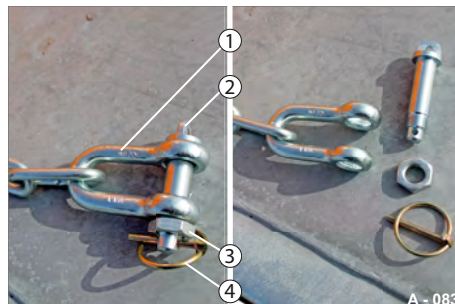

Abb. 84 U-Bügel-Verschluss gelöst
- ▶ Entsichern Sie den Sicherungsring (Abb. 84/4) und ziehen Sie den Splint heraus.
- ▶ Schrauben Sie die Mutter (Abb. 84/3) und den Schraubbolzen (Abb. 84/2) heraus.
Der U-Bügel (Abb. 84/1) ist zum Sichern der Heck-Bordwand vorbereitet.
- ▶ Sichern Sie den U-Bügel mit dem Schraubbolzen (Abb. 84/2), Mutter (Abb. 84/3) und Splint mit Sicherungsring (Abb. 84/4).